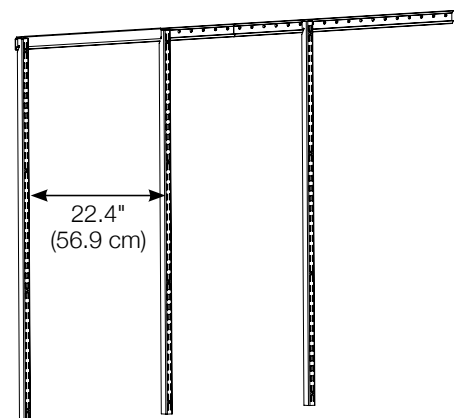

Imagen 2
PASO 4: Comience desde un extremo del armario, cuelgue un soporte de pared en el riel para colgar y utilice un protector de riel para generar el espacio adecuado entre este y el siguiente soporte de pared. Siga este método hasta que todos los soportes de pared estén colgando del riel para colgar (**Imagen 2**).